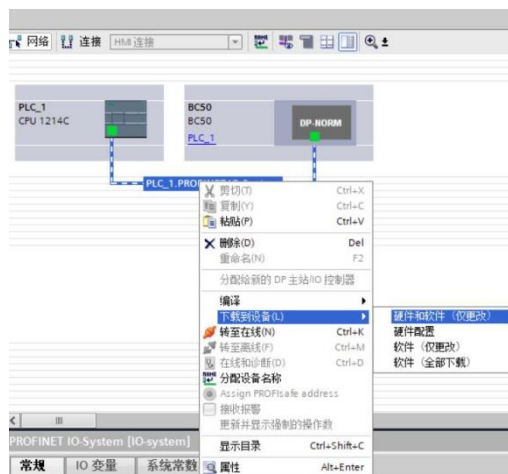

Fig 78. PLC Profinet-下载当前配置到设备
10. 如 Fig 78 所示，在离线模式下，选择与 BC50 读码器相连接的 PLC 设备，右键单击下载所有硬件和软件配置。